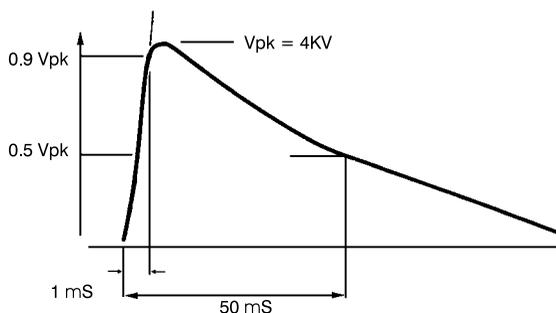

fig. 1
Les circuits des pompes doseuses "FMS" intègrent une protection contre les surtensions (300 V, 150 V) et les bruits jusqu'à 4 KV sur une durée de 50 μ sec. Un pic peut être déterminé par le graphique fig. 1 ci-dessous.
-> **0000** fig.1